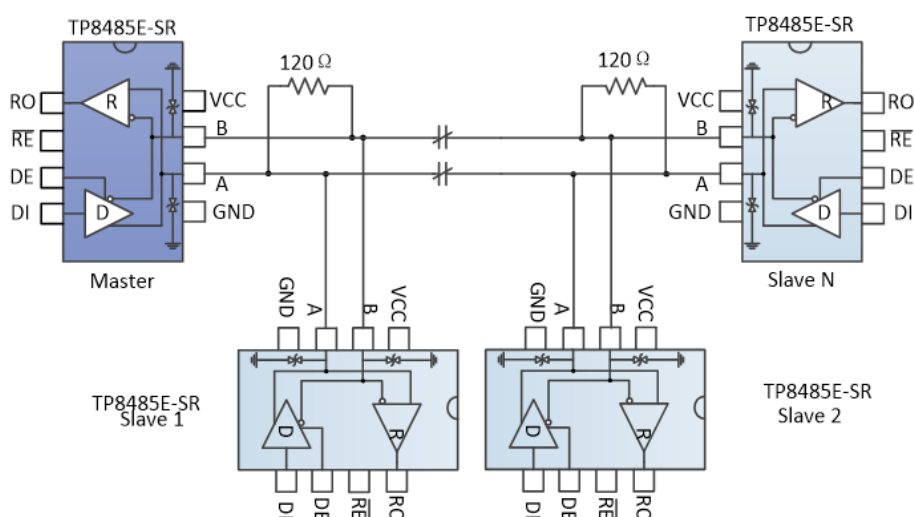

图 9 总线式 RS485 半双工通讯网络
4.1 总线式组网：ES8485E-SR RS485 收发器设计用于多点总线传输线上的双向数据通信。图 9 显示了典型网络应用电路。这些器件也能用作电缆长于 4000 英尺的线性转发器，为减小反射，应当在传输线两端以其特性阻抗进行终端匹配，主干线以外的分支连线长度应尽可能短。